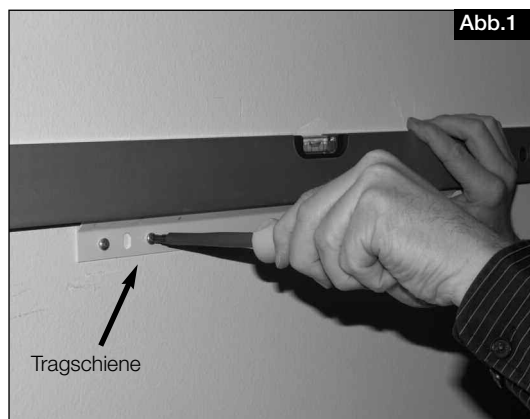
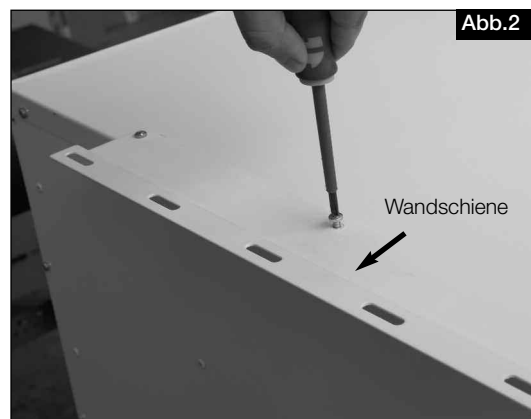

Abb.1
Abb.2
1. Beiliegende Trageschiene waagrecht an der Wand montieren (Abb.1). Anschließend die Wandschiene (im Lieferumfang) unten an der Rückwand des Kompaktgerätes fest schrauben (Abb.2).